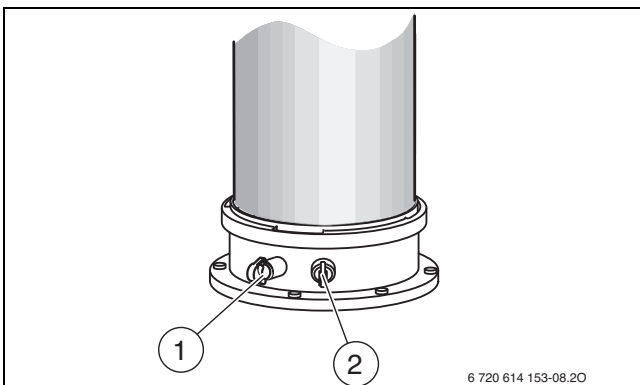

Fig. 39 Pieza de conexión para la medición de los gases de escape y pieza de conexión para la medición del aire de combustión
- ▶ Retirar tapones de los soportes de medición de gases de escape[1] (→ fig. 39).